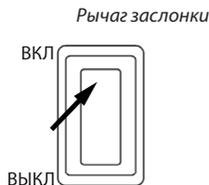

Рис. 6
2. Переведите выключатель зажигания в положение **«Вкл»** (Рис. 6).